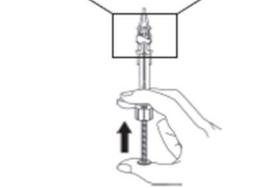
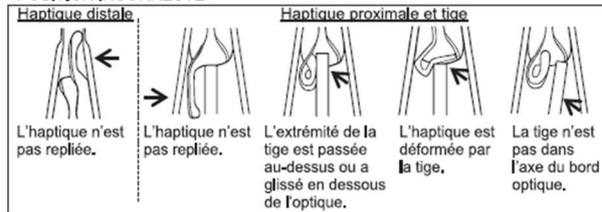

Fig. 10. Étape 5 : Appuyer sur le piston et vérifier la position des haptiques.
Fig. 11. Étape 5 : ne pas continuer en cas de position incorrecte
5. Appuyer doucement et sans à-coups sur le piston jusqu'à ce que les haptiques soient correctement repliées, comme illustré à la Fig. 10. L'avancée du piston doit durer environ 5 secondes.
Veiller en particulier à ce que l'haptique proximale se replie sur elle-même correctement sous l'action de la tige qui vient pousser le bord de l'optique de l'implant. Lors de l'avancée de l'implant, vérifier également que les haptiques distale et proximale se replient correctement sur elles-mêmes et que l'extrémité de la tige pousse bien le bord de l'optique au centre (Fig. 10). Si aucun problème n'est observé, passer à l'étape 6. Si le cône d'insertion n'est pas utilisé, passer à l'étape 6A. Si le cône d'insertion est utilisé, passer à l'étape 6B. NE PAS continuer si les deux haptiques ne sont pas dans la position correcte ou si l'extrémité de la tige ne pousse pas le bord de l'optique au centre (Fig. 11).